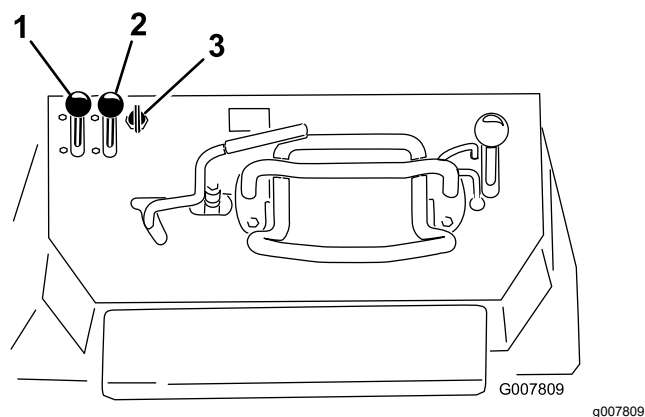

Figure 16
2. Placez la commande du volet de départ à la position EN SERVICE (Figure 16).
- Modèles à démarrage électriques : tournez la clé à la position CONTACT (Figure 16). Relâchez la clé quand le moteur démarre.
4. Amenez progressivement la commande du volet de départ en position HORS SERVICE (Figure 16). Si le moteur cale ou hésite, engagez de nouveau la commande du volet de départ jusqu'à ce que le moteur soit chaud.
5. Réglez la commande d'accélérateur à la position voulue (Figure 16).
1. Réglez la commande d'accélérateur à mi-course entre les positions BAS RÉGIME et HAUT RÉGIME (Figure 16).
2. Placez la commande d'accélérateur en position BAS RÉGIME (Figure 16).